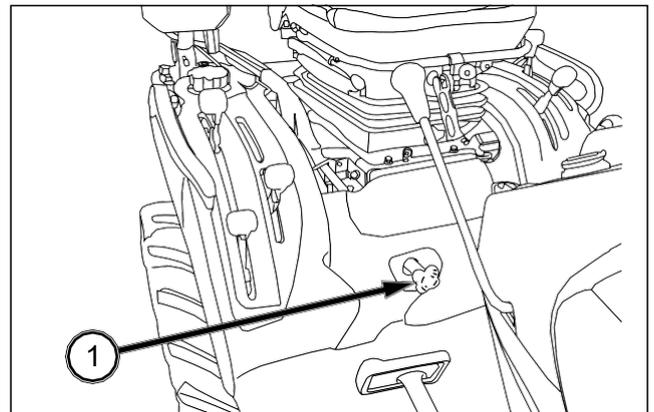

FIG. 74
FIG. 74: La rueda de ajuste de la velocidad de bajada (1) regula la velocidad de bajada del enganche y del equipo de tres puntos. Gire la rueda en sentido horario para reducir la velocidad de bajada y en sentido antihorario para aumentarla. Al girar la rueda al máximo en sentido horario, el equipo está bloqueado en posición elevada.